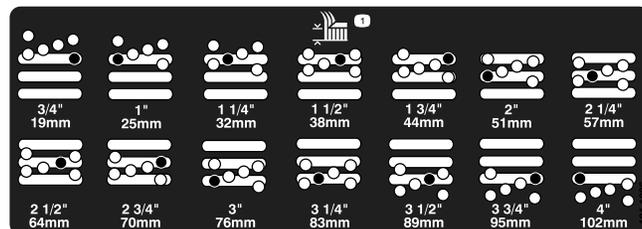

Рисунок 8
5. Переместите камеру на желаемую высоту среза и установите проставку в обозначенное отверстие и проем высоты скашивания (Рисунок 8).